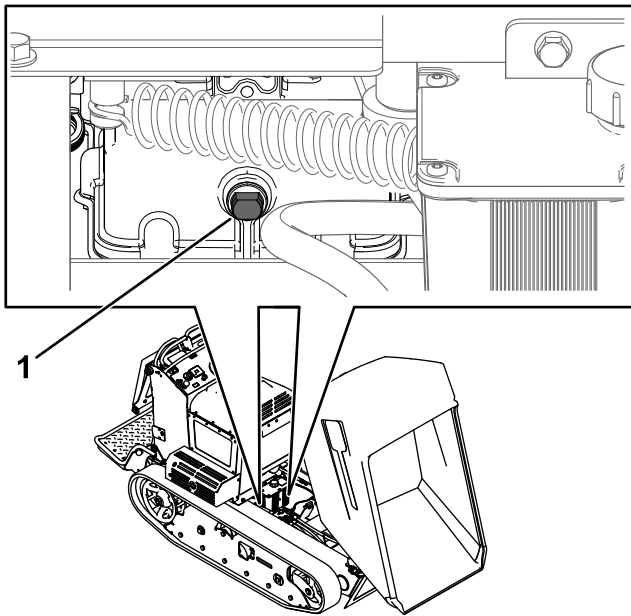
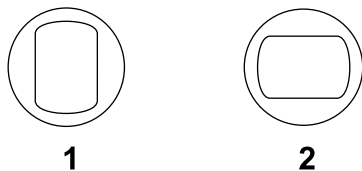

Figure 14
Figure 15
3. Avec une clé, tournez la vanne de dérivation sur les boîtes-pont gauche et droite de sorte que les méplats de la vanne soient dirigés vers la gauche et la droite (position de remorquage) comme montré à la Figure 14 et la Figure 15.
5. Après avoir réparé la machine, tournez les vannes de dérivation afin que les méplats soient dirigés vers le haut et le bas (position de marche), comme montré à la Figure 15.